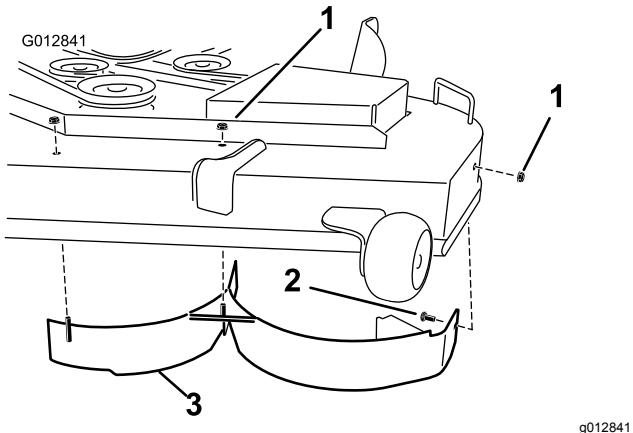

Bild 28
5. Entfernen Sie die zwei Sicherungsmuttern (5/16"), mit denen die geschweißten Streben des linken Ablenklechs oben am Mähwerk in der Mitte und links von der Mittelstellung befestigt sind (Bild 28).
7. Entfernen Sie das linke Ablenklech vom Mähwerk, wie in Bild 28 dargestellt.